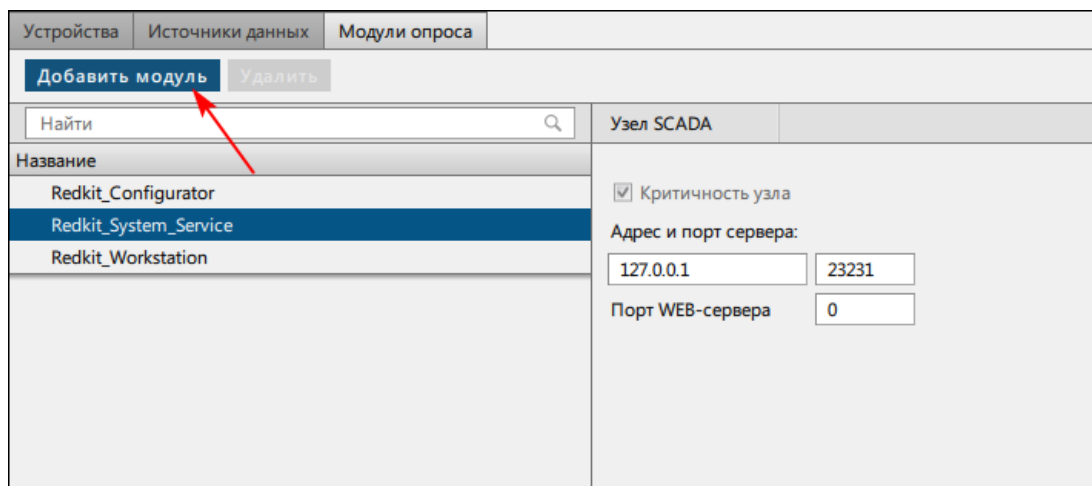

Рисунок 239 - Добавить модуль
- На вкладке **Модули опроса** у сервисного узла(ов) (*Redkit_System_Service* или *Redkit_Master* и *Redkit Slave*, в зависимости от типа конфигурации) нажмите **Добавить модуль** (Рисунок 239).